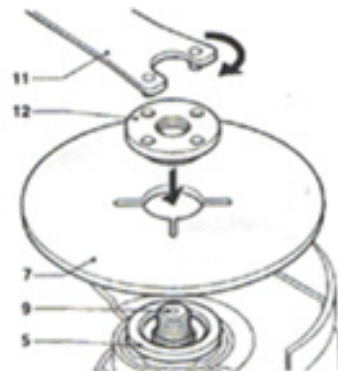

Рис. 5
2. При помощи фланцевого ключа (11) снимите внешний фланец (12) со шпинделя, вращая его по часовой стрелке (Рис. 5).
3. Установите шлифовальный или отрезной диск (7) на внутренний фланец (5) (Рис. 5).